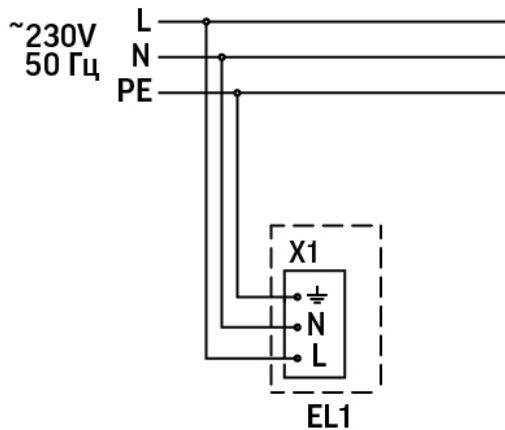

Рис.5
3. Подключите провода питания к клеммной колодке, соблюдая маркировку. Схема: Рис. 5